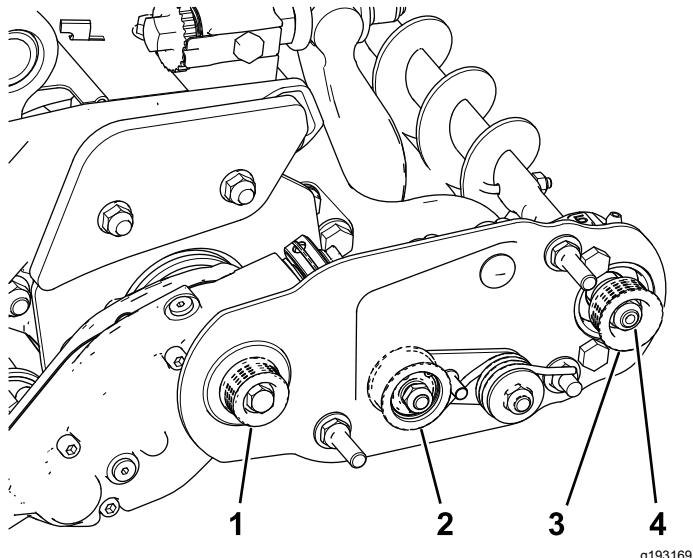
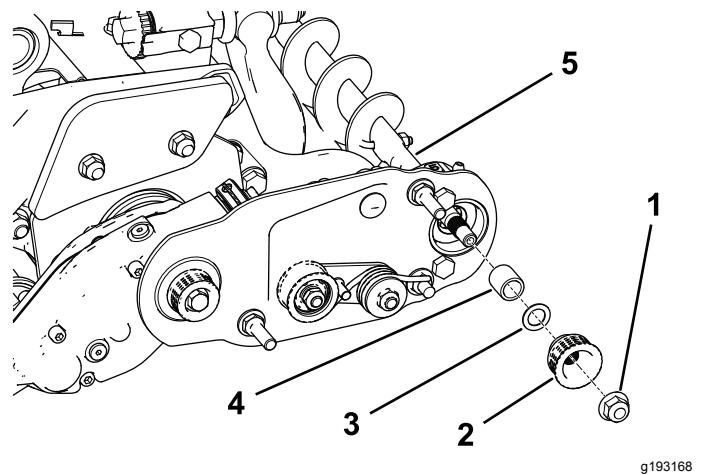

図 22
図 23
- 受動プーリローラブラシのシャフト位置のは内外に動かすことができます図 22。
- リールを回しながらつまり駆動プーリを回しながら、駆動プーリからベルトをはずす図 22。
- 受動プーリをブラシシャフトに固定しているロックナットを取り外す図 22または図 23。
- シャフトから受動プーリを取り外す図 23。
- プーリを外側に出したい場合には、0.8mm 厚のワッシャを1枚入れる図 23。
- 図 23のようにプーリを取り付ける。